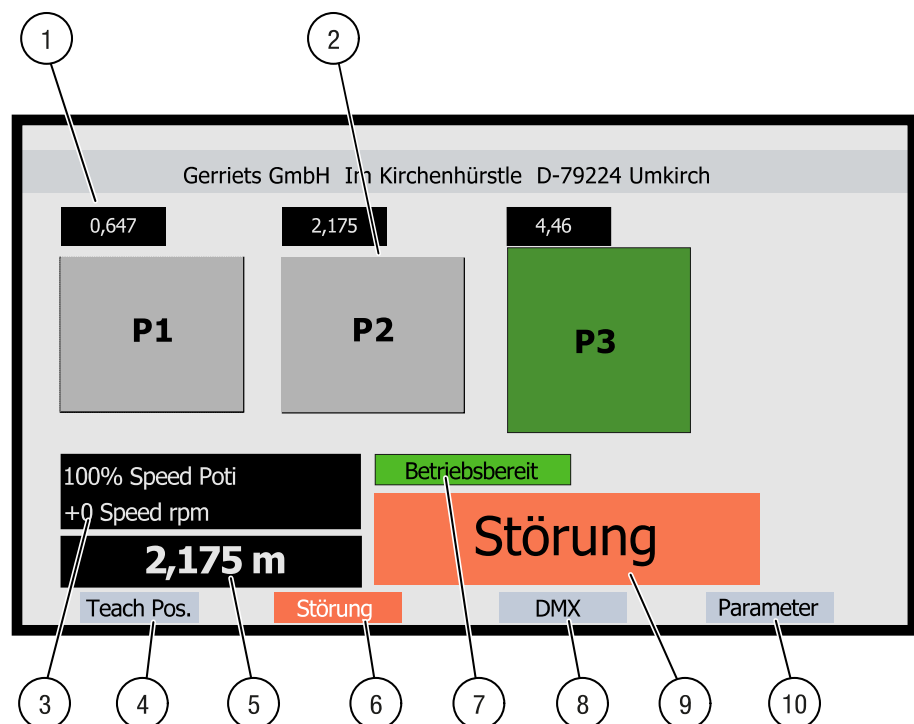
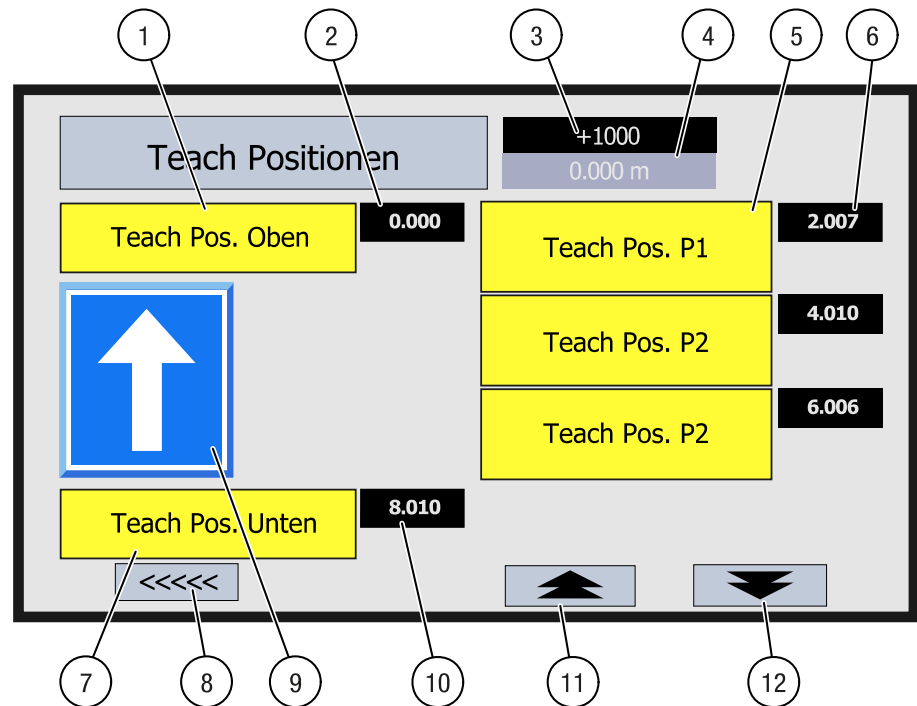

Abb. 9: Bedienpanel – Hauptmenü
Abb. 10: Bedienpanel – Teach Positionen
Im oberen Bereich des Hauptmenüs werden die gespeicherten Positionen P1, P2 und P3 als auswählbare Schaltflächen dargestellt (2/Abb. 9). Die zugehörigen Positionswerte erscheinen oberhalb der Tasten (1/Abb. 9). Nach Auswahl wird die entsprechende Schaltfläche hervorgehoben. Die ausgewählte Position kann anschließend über die „Auf“- und „Ab“-Tasten angefahren werden.
- Geschwindigkeit und Drehzahl (eingestellt über das Potentiometer, (3/Abb. 9)),
- die aktuelle Position (5/Abb. 9),
- Betriebszustand der Rollbildwand (7/Abb. 9),
- Störungsmeldung (9/Abb. 9).
- „Teach Pos“ (4/Abb. 9): Öffnet das Menü zur Einstellung und Speicherung von End- und Zwischenpositionen der Rollbildwand.
- „Störung“ (6/Abb. 9): Zeigt aktive Fehlermeldungen an und ermöglicht deren Quittierung.
- „DMX“ (8/Abb. 9): Ermöglicht die Konfiguration der DMX-Steuerung bei externer Ansteuerung.
- „Parameter“ (10/Abb. 9): Führt zu einem dreiseitigen Einstellungsmenü für technische Betriebsparameter wie Geschwindigkeit, Drehrichtung und Sprache.
Die Taste „Störung“ (6/Abb. 9) und die zugehörige Anzeige (9/Abb. 9) sind nur bei aktiver Störung sichtbar. Sie erscheinen nicht gleichzeitig mit der Anzeige „betriebsbereit“.
Das Untermenü „Teach Pos.“ wird über die F1-Taste geöffnet (4/Abb. 9, Abb. 10).
- Betriebsend oben (1/Abb. 10)
- Betriebsend unten (7/Abb. 10)
- Zwischenpositionen „P1“ bis „P3“ (5/Abb. 10)
Die Positionen werden über die Tasten „Auf“ (11/Abb. 10) und „Ab“ (12/Abb. 10) angefahren und durch längeres Drücken der jeweiligen Speichertaste gespeichert. Ein Richtungspfeil (9/Abb. 10) in der Anzeige gibt die aktuelle Fahrtrichtung des Systems wieder.
Die Anzeige für die Betriebsendposition oben (2/Abb. 10) zeigt den gespeicherten Wert an.
- Geberwert (3/Abb. 10) mit einem Wert ≥ 1000
- aktuelle Ist-Position (4/Abb. 10)
- gespeicherter Wert für Zwischenpositionen (6/Abb. 10)
- gespeicherter Wert für Betriebsendposition unten (10/Abb. 10)
Über die Schaltfläche „Zurück“ (8/Abb. 10) gelangt man wieder ins Hauptmenü. Alle vorgenommenen Einstellungen werden automatisch gespeichert.
Beim Öffnen des Parametermenüs über die F4-Taste (11/Abb. 9) erscheint zunächst ein Anmeldefenster in dem ein Passwort angegeben werden muss. Nach erfolgreicher Eingabe können Einstellungen auf drei Seiten vorgenommen werden.